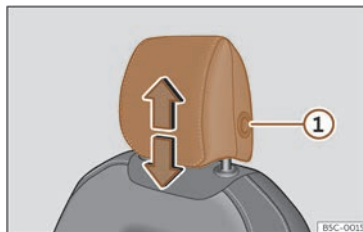
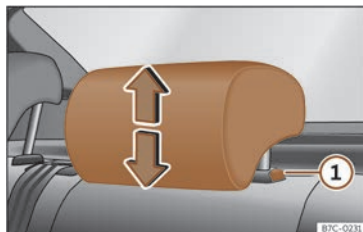

Fig. 91 Siège avant : réglage de l'appuie-tête.
Fig. 92 Appuie-tête arrière : réglage de l'appuie-tête.
- Saisissez l'appuie-tête des deux côtés avec les mains puis poussez-le vers le haut jusqu'à ce qu'il s'enclenche dans la position désirée. Pour le rabaisser, faites de même en appuyant sur le bouton latéral ① >>> fig. 91 >>> fig. 92.